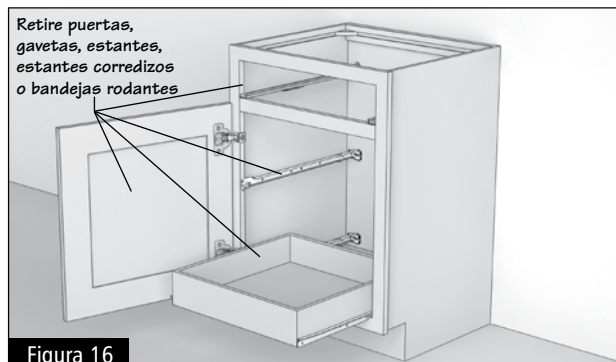

Figura 16
- 6.1** Retire todas las repisas, gavetas y puertas. Es recomendable que las marque (o las apile según su posición o lugar) para poder volver a colocarlas fácilmente. Al retirar las repisas y puertas, los gabinetes quedarán más livianos y esto facilitará el trabajo. (Vea el Anexo para aprender a retirar la gaveta si es necesario). (Figura 16)